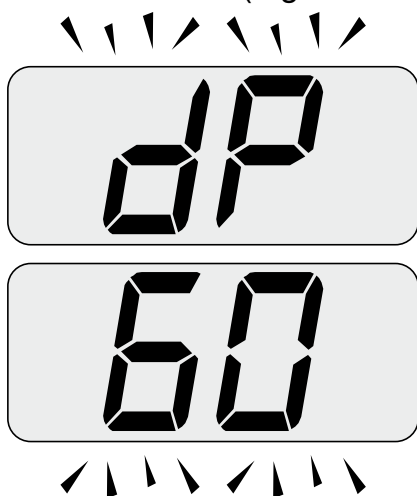

Figura 9.17
- Premendo ulteriormente il tasto 18 è possibile variare nuovamente la potenza in modalità spazzacamino: con visualizzazione sul display LCD delle lettere **DP** che si alternano con il valore di temperatura dell'acqua di riscaldamento (es.60), siamo "funzione spazzacamino" alla potenza massima in sanitario" (Figura 9.17 );